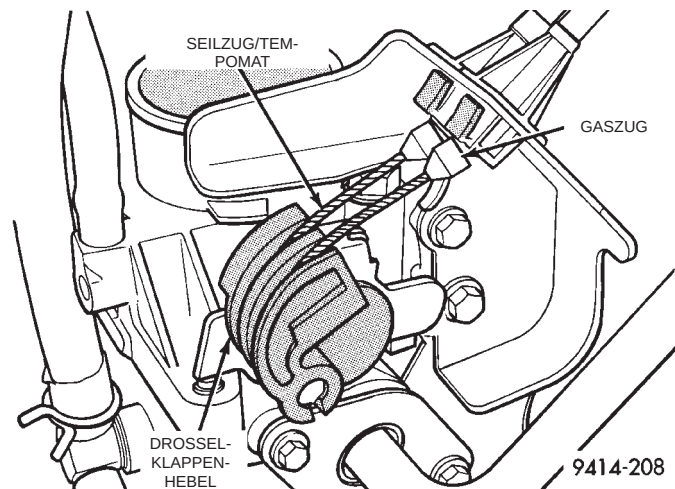
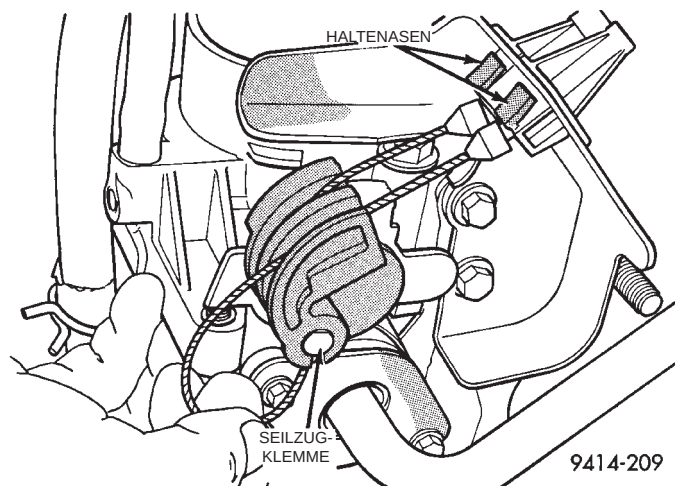

Abb. 64 Befestigung des Gaszugs am Drosselklappengehäuse
Abb. 65 Gaszug aushängen
(3) Den Gaszug am Drosselklappenhebel aushängen (Abb. 64) und (Abb. 65).
(4) Die Haltenasen am Gaszug zusammendrücken und dann den Gaszug aus der Halterung ziehen.
(5) Bei Ausstattung mit Tempomat den Seilzug/Tempomat vom Drosselklappenhebel demontieren, dazu die Seilzugklemme durch die Bohrung des Gaszugs schieben.
(6) Den Kraftstoffdampf-Absaugschlauch vom Anschlußnippel am Drosselklappengehäuse abziehen.
(7) Die beiden Schrauben herausdrehen, mit denen die Seilzughalterung und die Zusatzhalterung montiert sind.
(8) Die Befestigungsschrauben des Drosselklappengehäuses herausdrehen.